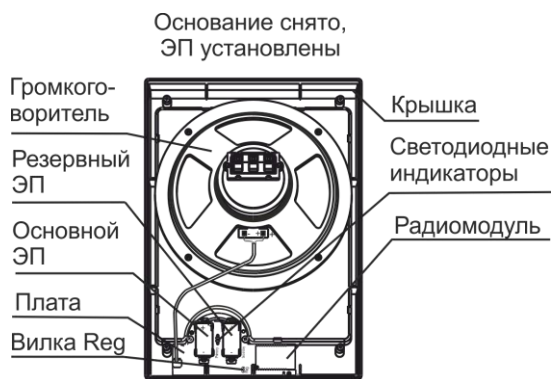

Рисунок 2
4.1 Конструктивно оповещатель выполнен в виде блока со съемным основанием. Внутри блока находится динамик, печатная плата с радиоэлементами, ЭП (рисунок 2). ЭП установлены